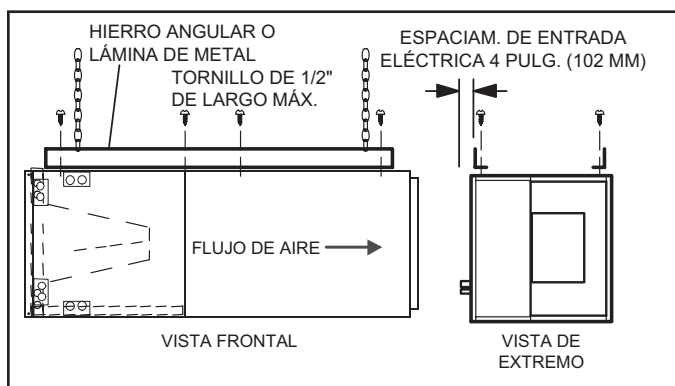

FIGURA 5. Cómo colgar la unidad horizontal
- 5 - Si la unidad está colgando, el gabinete debe estar apoyado a todo lo largo. Si usa una cadena o correa, use una pieza de hierro angular o lámina de metal adjunta a la unidad (ya sea arriba o abajo) para apoyar el largo del gabinete. Use tornillos de sujeción de no más de 1/2 pulgada para evitar dañar el serpentín o el filtro. Ver FIGURA 5. Use tornillos para lámina de metal para conectar los plenos de aire de retorno y suministro según sea requerido.
- 12 - Si va a colgar la unidad, debe estar apoyada a todo lo largo del gabinete. Si usa una cadena o correa, use una pieza de hierro angular o lámina de metal adjunta a la unidad (ya sea arriba o abajo) para que el largo completo del gabinete esté apoyado. Use tornillos de sujeción de no más de 1/2 pulg. para evitar dañar el serpentín o el filtro, como se ilustra en la FIGURA 5. Conecte los plenos de aire de retorno y suministro con tornillos para láminas de metal.